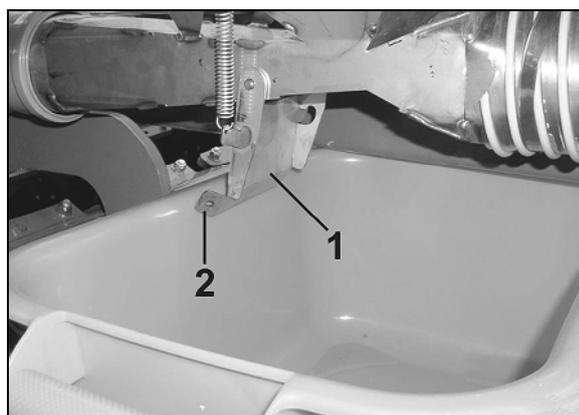

Fig. 99
8. Abra la tapa de la esclusa del inyector (Fig. 99/1) de todos los dosificadores..
**¡Peligro de aplastamiento al abrir y cerrar la tapa de la esclusa del inyector (Fig. 99/1)!**
Toque la tapa de la esclusa del inyector sólo por la unión (Fig. 99/2) puesto que en caso contrario existe peligro de lesiones al cerrar la tapa accionada por resorte (Fig. 99/1).
**¡No toque nunca con la mano entre la tapa de la esclusa del inyector (Fig. 99/1) y la esclusa del inyector**
10. Cierre la tapa de las esclusas del inyector (Fig. 99/1) con especial precaución (Peligro de aplastamiento!)
12. Abra la tapa de esclusa del inyector (Fig. 99/1).